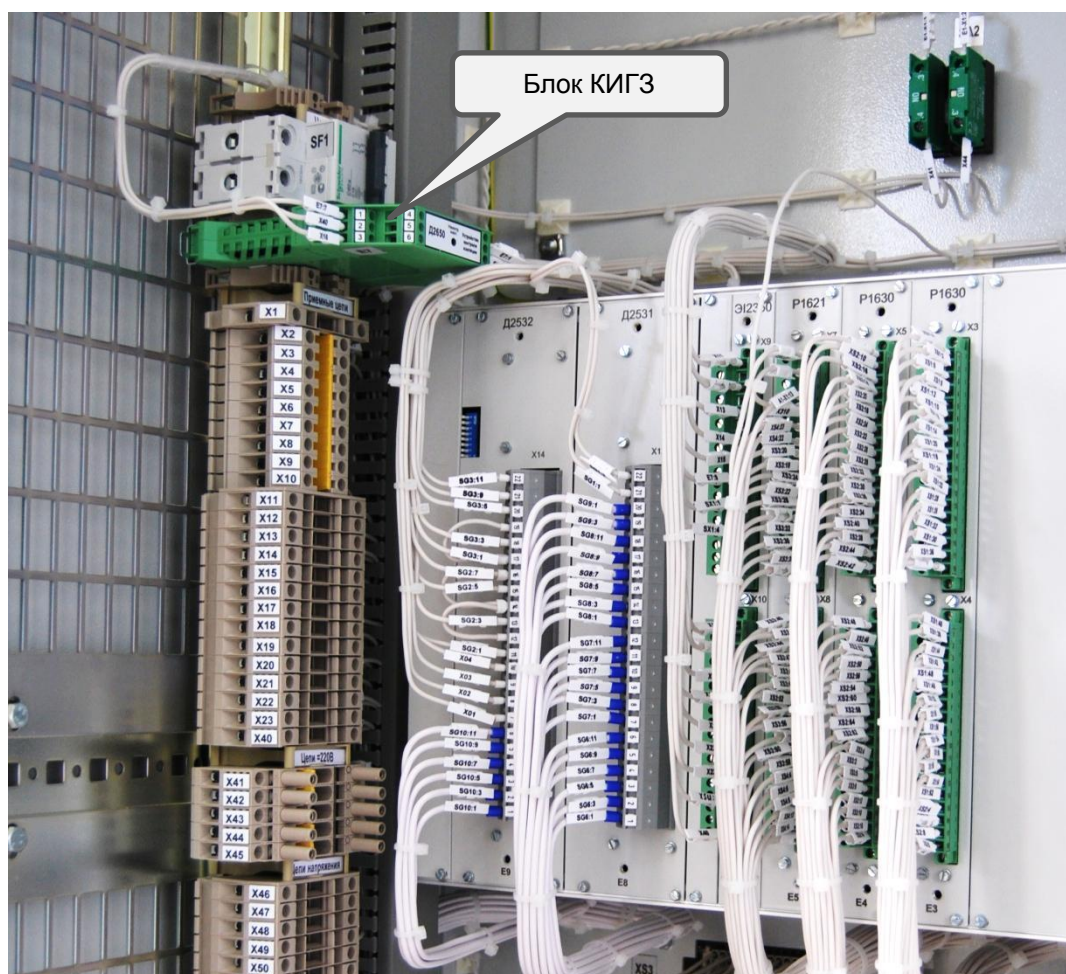

Рисунок 15 – Расположение блока КИГЗ
5.2.1 Конструктивно блок КИГЗ типа Д265Х(А) представляет собой одноблочное устройство в пластиковом корпусе ME 17 UT/FE для установки на DIN рейку (см. рисунок 15).
5.3.1 Конструктивно модуль релейный типа Э255Х(А) представляет собой одноблочное устройство в пластиковом корпусе ME 17 UT/FE для установки на DIN рейку (аналогично блоку КИГЗ – рисунок 15).